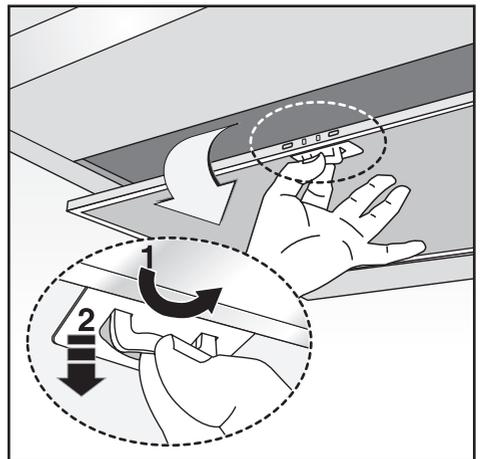

Fig.5
- En cas de table de cuisson électrique, à gaz ou à induction, il faut prévoir une distance de sécurité d'au moins **65 cm** entre cette dernière et le point le plus bas de la hotte. S'il doit être utilisé un tuyau de connection composé de deux ou plusieurs parties, la partie supérieure doit être à l'extérieur de celle inférieure. Ne pas relier le tuyau d'échappement de la hotte à un conduit dans lequel circule de l'air chaud ou employé pour évacuer les fumées des appareils alimentés par une énergie différente de celle électrique. En vue d'une manœuvrabilité de l'appareil plus facile, avant d'exécuter les opérations de montage, déconnecter le filtre/les filtres anti-graisse (Fig.5).